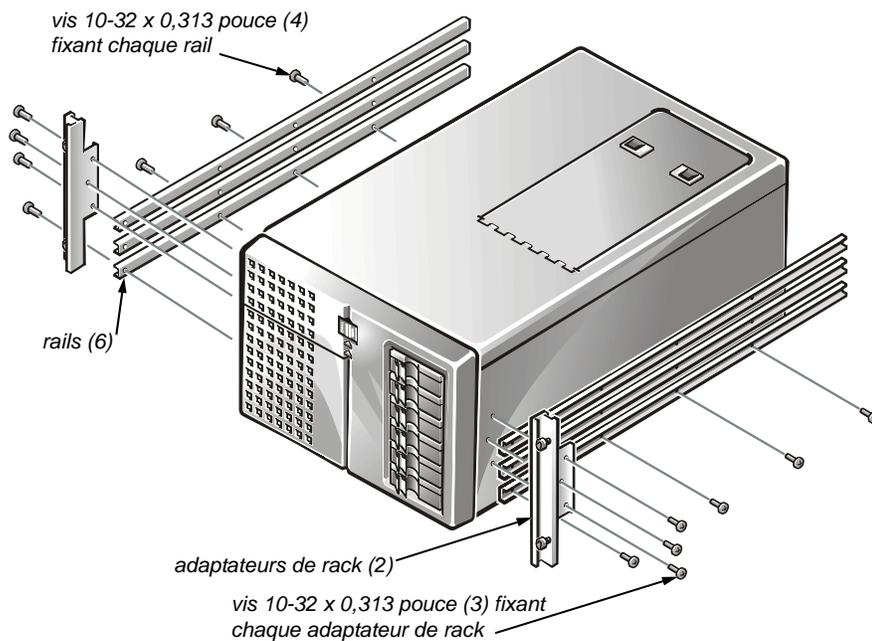

Figure 7. Installation des adaptateurs de rack et des rails
- a. Couchez l'ordinateur sur le côté gauche (voir la figure 7) sur un morceau de mousse ou sur un carton (pour protéger l'ordinateur).
3. Installez trois rails sur un des côtés de l'ordinateur (voir la figure 7).
4. Installez l'adaptateur de rack sur l'ordinateur (voir la figure 7).